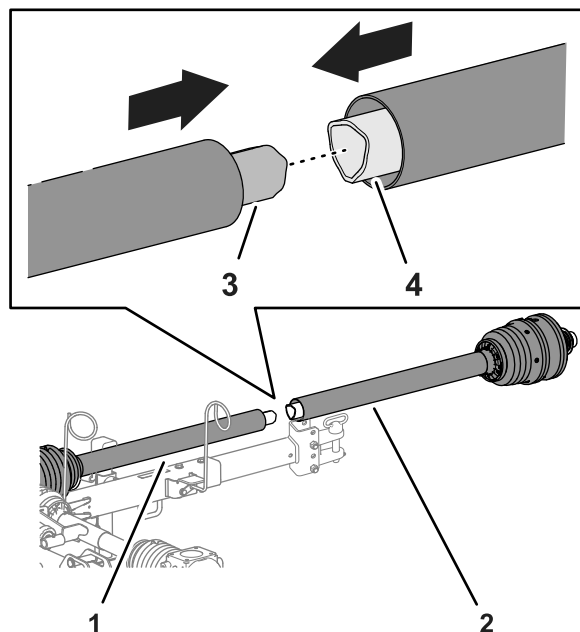

Figura 8
1. Alinee el tubo interior de la mitad trasera del árbol de la TDF con el tubo exterior de la mitad delantera del árbol de transmisión de la TDF, y junte los tubos (Figura 8).